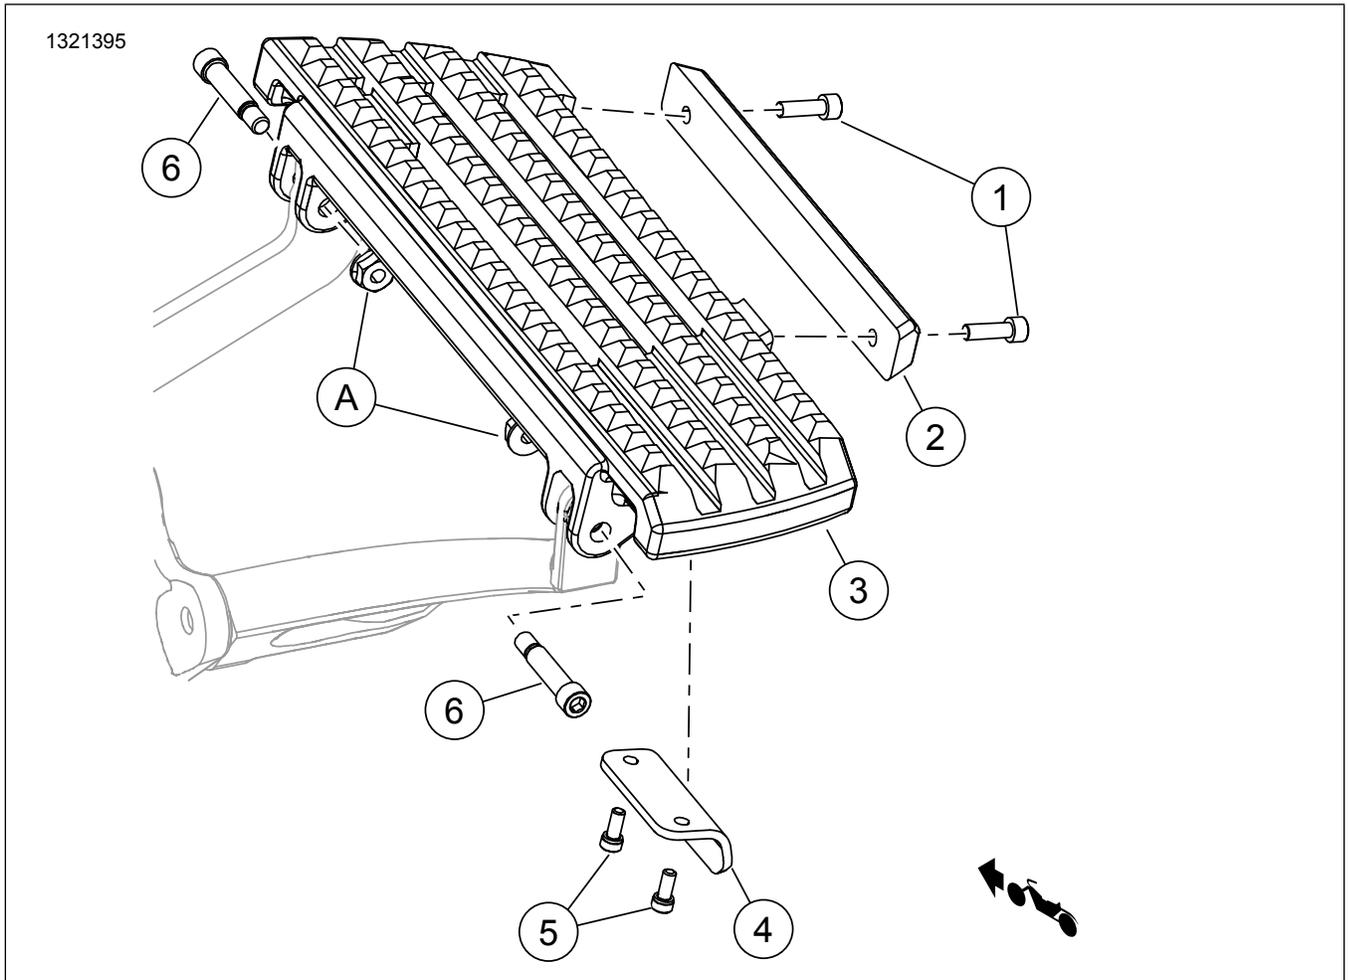

図1. キット内容: ライダーフットボード部品
- キット50501294, 50501295: 「図1」を参照してください。フットボードを外します。
2. 「図1」を参照。フットボードを取り付けます。
- a. 新しいショルダーボルト (6) とフットボードを取り付けます。
- b. スレッドロッカーを塗布しナット (A) を取り付けます。締め付ける。